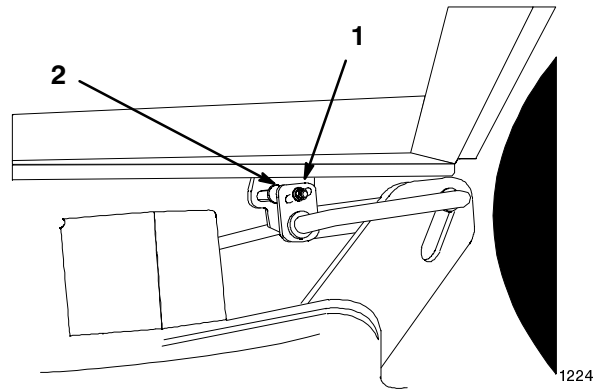

Bild 11
4. Lockern Sie die Einstellschraube an einer Seite der Zugmaschine und drehen das Hängeprofil, um das Schneidwerk anzuheben oder abzusenken (Bild 11).